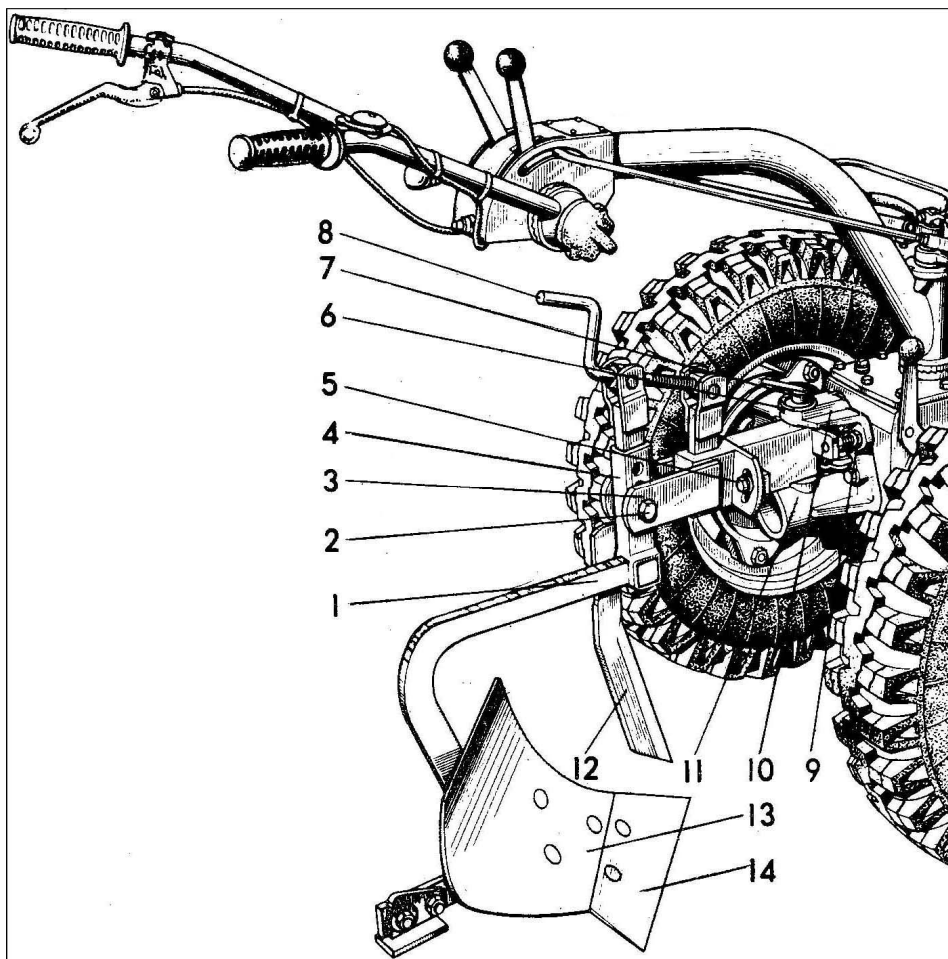
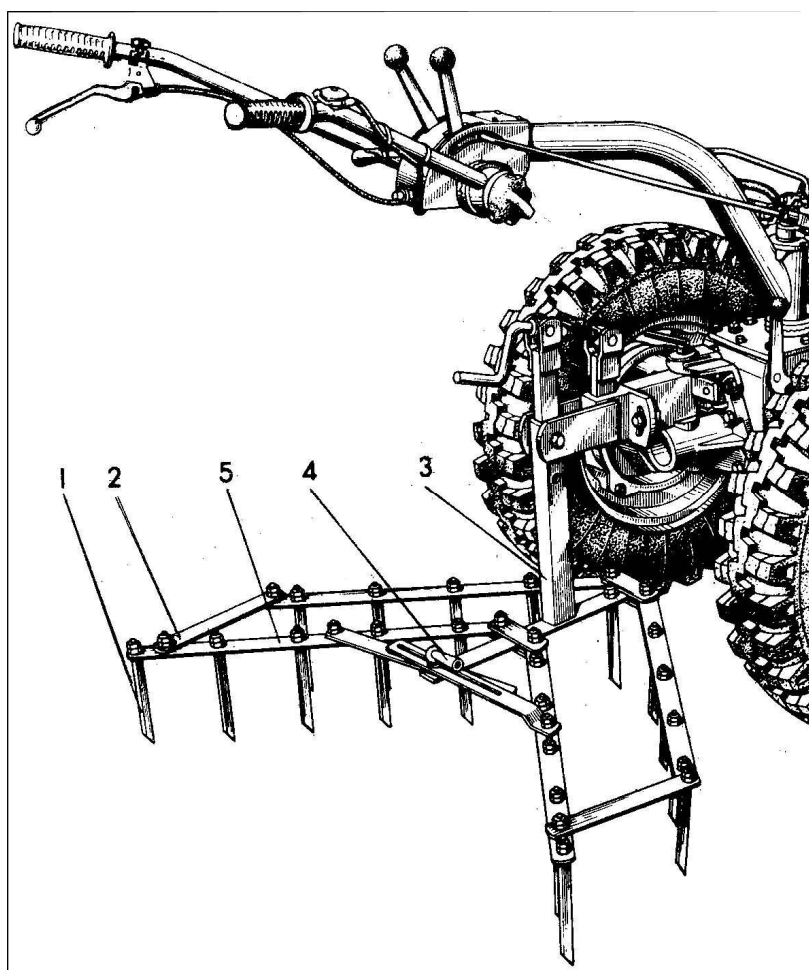
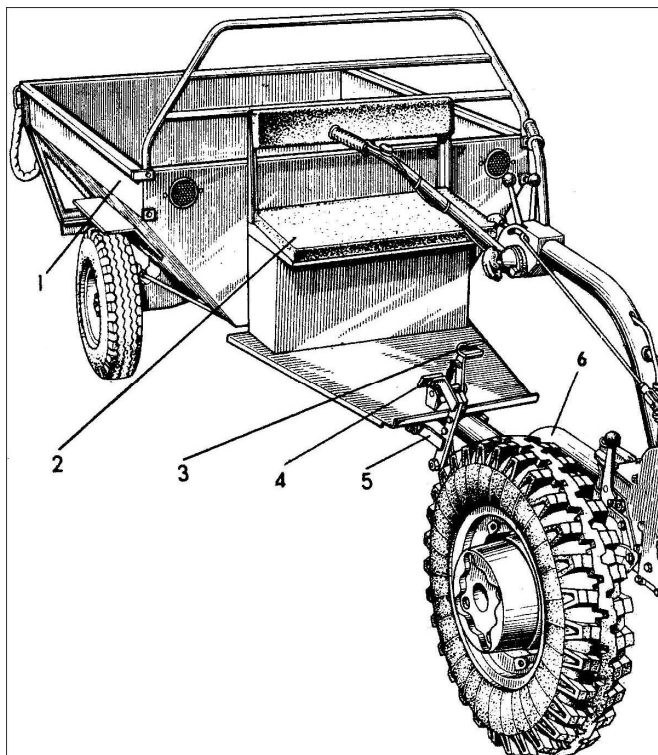

Рисунок 19 – Мотоблок в агрегате с плугом
Рисунок 22 – Мотоблок в агрегате с бороной
Рисунок 23 – Мотоблок в агрегате с прицепом
Для подготовки мотоблока с плугом к работе (рис. 19) выполните следующие операции:
1) Установите универсальную сцепку 3 (рис. 19) на плуге в рабочее положение и закрепите болтом 2. Вращая рукоятку 8, установите подвижные части сцепки в одну линию с неподвижными, а с помощью шкворня 7 присоедините плуг со сцепкой к прицепной скобе 10 и зафиксируйте шкворень чекой 6.
7.4.6 Если при работе мотоблок уводит вправо, проверьте крепление подпятников. Если они на месте, то болтом 5 сектора (рис.19) приподнимите на 1-2 см правый окучник, зажмите болт и проверьте в работе.
Рукояткой 8 сцепки (рис.19) отрегулируйте положение бороны так, чтобы ее зубья в рабочем положении были равномерно заглублены. Ширину захвата бороны устанавливайте рукояткой 4 (рис.22).
- 2) Присоедините дышло 6 (рис.23) при помощи шкворня 7 (рис.19) к прицепной скобе мотоблока, шкворень зафиксируйте чекой 6. Подставку 5 (рис.23) прицепа поднимите и закрепите в горизонтальном положении с помощью пальца.